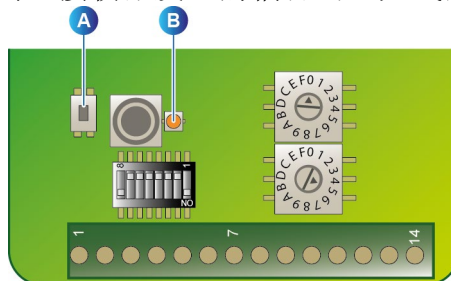

图 53: OLCT 80 无线网卡
4. 在 OLCT 80 无线网卡上(见图 53:) 在图中标有“A”的耦合按钮上快速按三下。
在正常工作模式下, OLCT 80 无线网卡的 LED(图 53, B)呈橙色闪烁, 而主接收器的 LED (图 52, F) 呈红色闪烁。